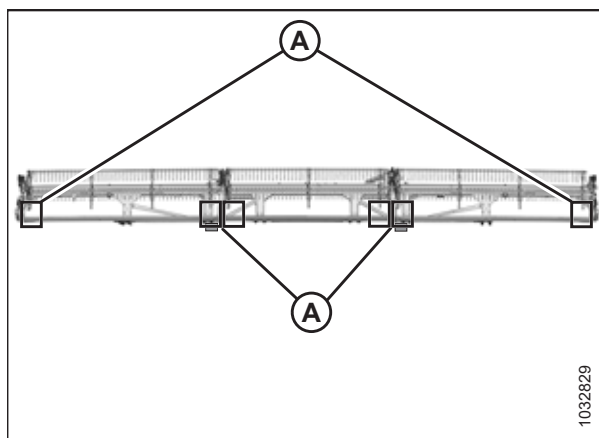

Figura 4.264: Locațiile de măsurare în cazul FlexDraper® – rabator triplu
- Hedere cu rabator triplu: Figura 4.264, pagina 446